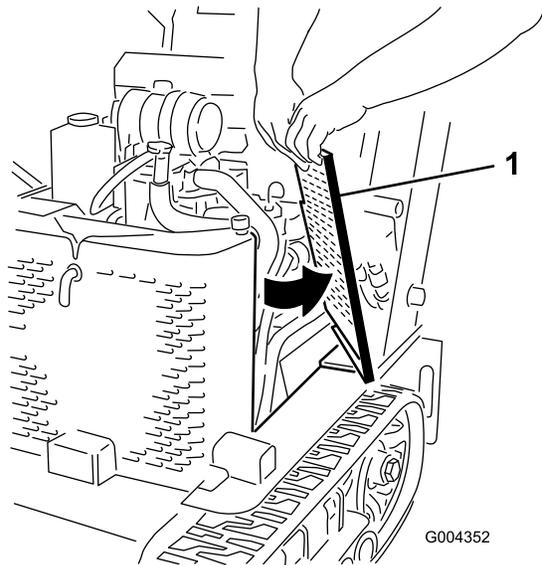

Bild 33
2. Schieben Sie die Seitengitter (Bild 33) nach oben und aus den Schlitzen im vorderen Gitter und im Rahmen.